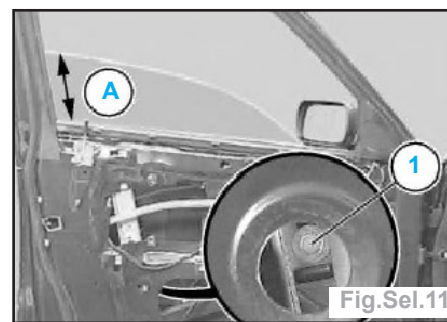

Fig.Sel.11
- Ouvrir la vitre jusqu'à la cote (A) = environ 140 mm.
- Desserrer la vis (1) (fig.Sel.11).